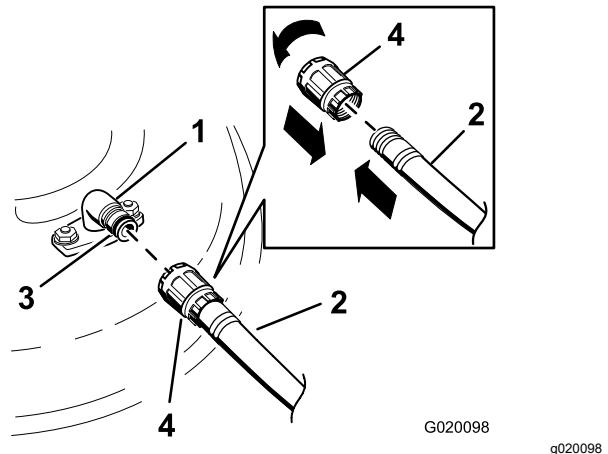

Figure 63
3. Branchez le raccord du tuyau d'arrosage à au raccord de lavage de la tondeuse et ouvrez l'eau en grand (Figure 63).